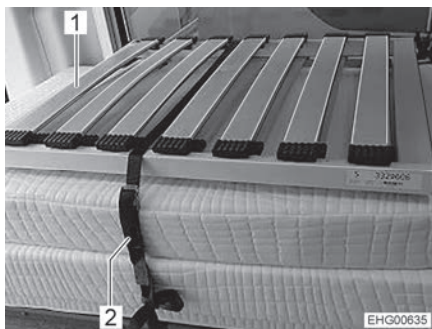

Fig. 58 Cama trasera (posición de transporte)
- Soltar el cinturón de retención (Fig. 58,2).
- Depositar los somiers (Fig. 58,1) uno detrás de otro encima del pasillo central (en los listones del armario inferior).
- Apilar los cojines y somiers sobre el armario inferior izquierdo del modo mostrado en Fig. 58.
- Retener los cojines y somiers con el cinturón de retención (Fig. 58,2). Para ello, pasar el cinturón de retención por las argollas previstas y colocarlo alrededor de los cojines y los somiers en forma de lazo.